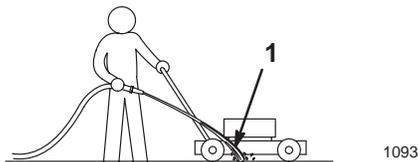

Figure 16
4. Tenez le tuyau d'arrosage à hauteur du mancheron et dirigez le jet d'eau vers le sol, juste devant la roue **arrière droite** (Fig. 16).